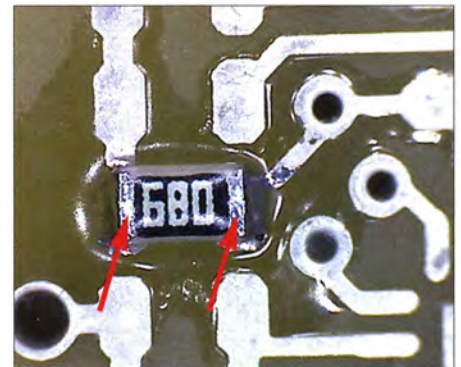

Bild 27: Vollständig eingelöteter SMD-Widerstand
– Abschließend werden unter möglichst wenig Lotzugabe die gegenüberliegende Anschlussfläche gelötet und nach deren Erkalten auch das erste, zunächst nur geheftete Beinchen nachgelötet (Bild 27). Wie auch schon bei bedrahteten Bauteilen erkennt man eine gute Lötstelle daran, dass mit relativ wenig Lot gearbeitet wurde und dieses Lot unter einem sehr flachen Benetzungswinkel eine gut sichtbare Hohlkehle bildet.